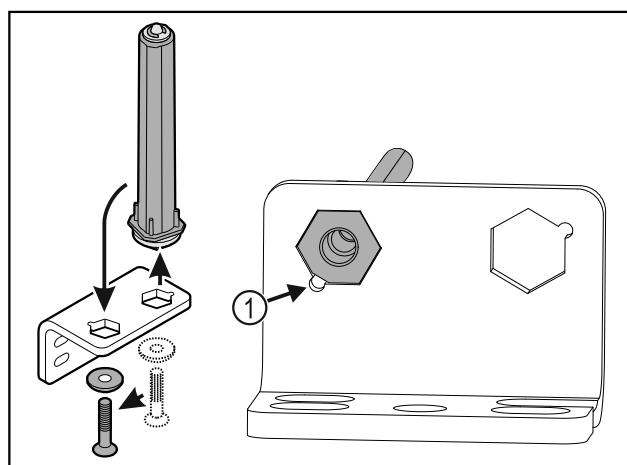

Fig. 33
- ▶ Βεβαιωθείτε ότι κατά την τοποθέτηση η λοξοτομή του πείρου είναι στραμμένη *Fig. 33 (1)* προς τη στρογγυλή οπή.